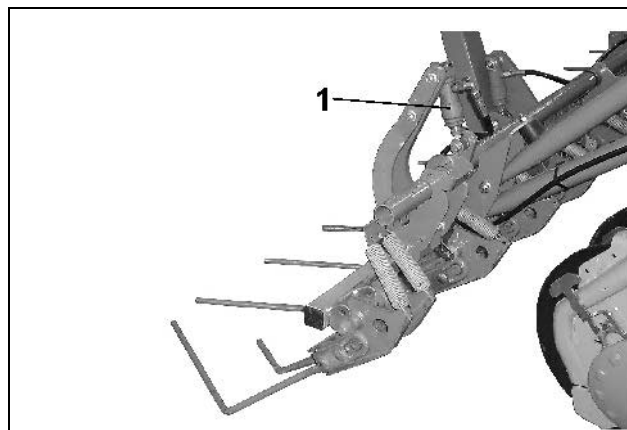
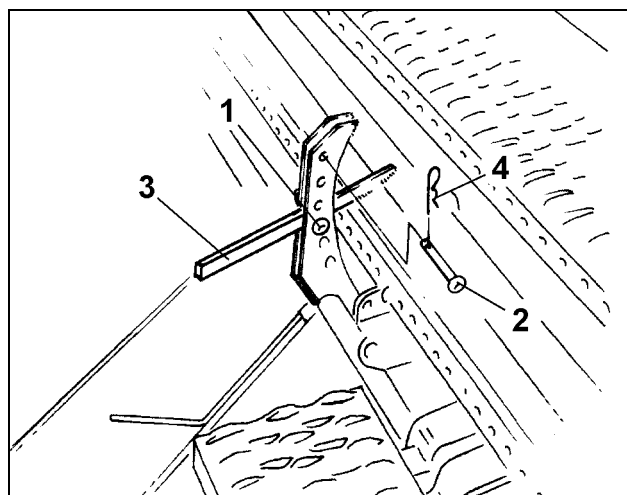

Fig. 88
Fig. 89
La presión de almohaza es ajustada por un cilindro hidráulico (Fig. 88/1) al pasar de suelo normal a suelo pesado y viceversa.
Dos pernos (Fig. 89/1 y 2) están enchufados como tope de la palanca (Fig. 89/3) en el segmento de regulación. La palanca, accionada por el cilindro hidráulico (Fig. 88/1), apoya sobre el perno I, cuando el cilindro hidráulico está despresurizado, y en el perno II (Fig. 89/2), cuando el cilindro hidráulico está bajo presión.
- Despresurizar el cilindro hidráulico (Fig. 88/1).
- Enchufar el perno II (Fig. 89/2) en una perforación por encima de la palanca (Fig. 89/3) en el segmento de regulación y asegurar con un pasador elástico (Fig. 89/4).
- Presurizar el cilindro hidráulico (Fig. 88/1).
- Enchufar el perno I (Fig. 89/1) en una perforación en el segmento de regulación por debajo de la palanca (Fig. 89/3) y asegurar con un pasador elástico Fig. 89/4).